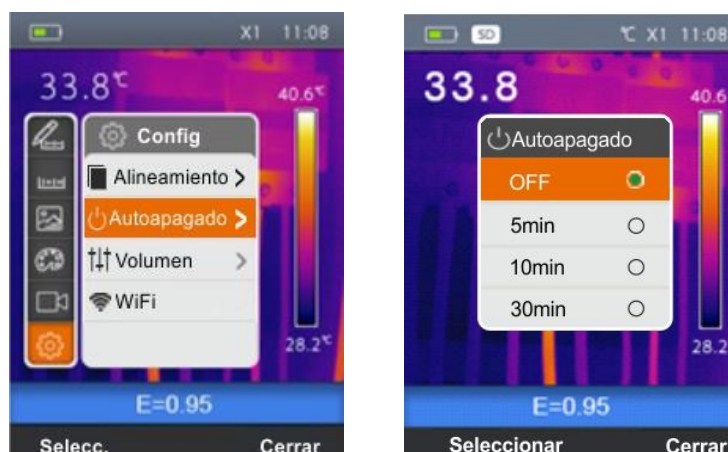

Fig. 14: Configuración distancia de alineación
1. Seleccione el texto “Autoapagado” con las teclas $\oplus$ o $\ominus$ y pulse la tecla  La pantalla de Fig. 14 – Parte derecha se muestra en el visualizador